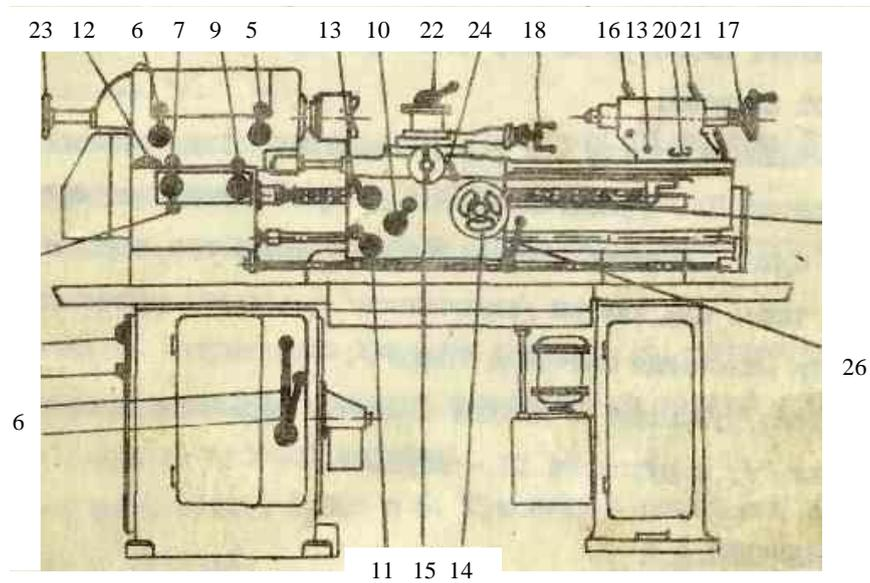

Рис. 1. Схема управления токарно-винторезным станком 1К62.
1. Пакетный выключатель I ставится в вертикальное положение /рис. 1/.